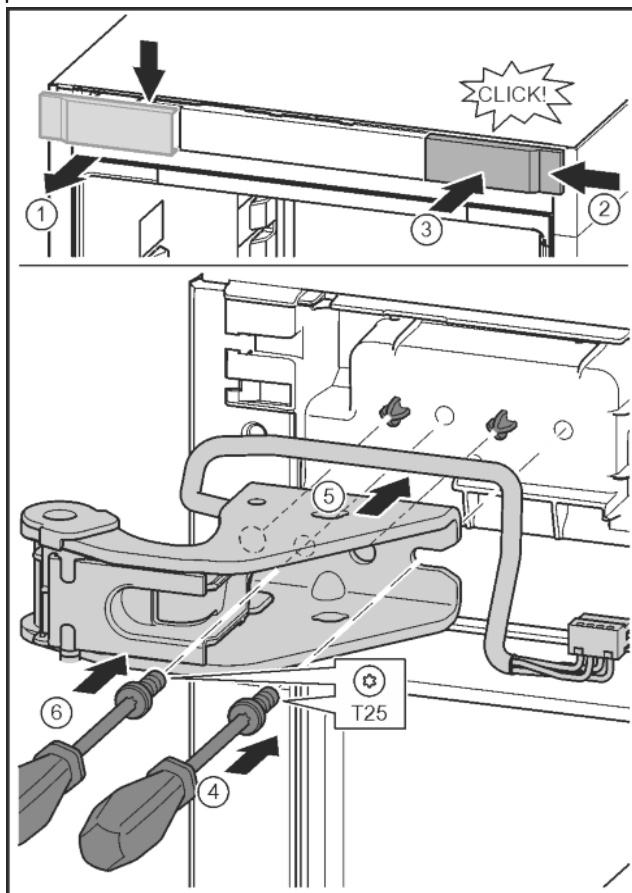

Fig. 33
- ▶ Развийте капака и го свалете настрана. Fig. 33 (1)
- ▶ Закачете капака, завъртян на 180°, от другата страна отдясно. Fig. 33 (2)
- ▶ Фиксирайте капака. Fig. 33 (3)
- ▶ С отвертка T25 поставете винта. Fig. 33 (4)
- ▶ Поставете горната лагерна стойка. Fig. 33 (5)
- ▶ Затегнете винта. Fig. 33 (4)
- ▶ С отвертка T25 поставете винта и го затегнете. Fig. 33 (6)